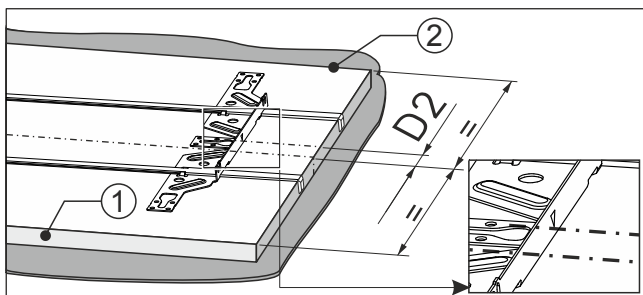

Fig. 94
- Značka upevňovacího příčníku se kryje se značkou Fig. 94 (D2).